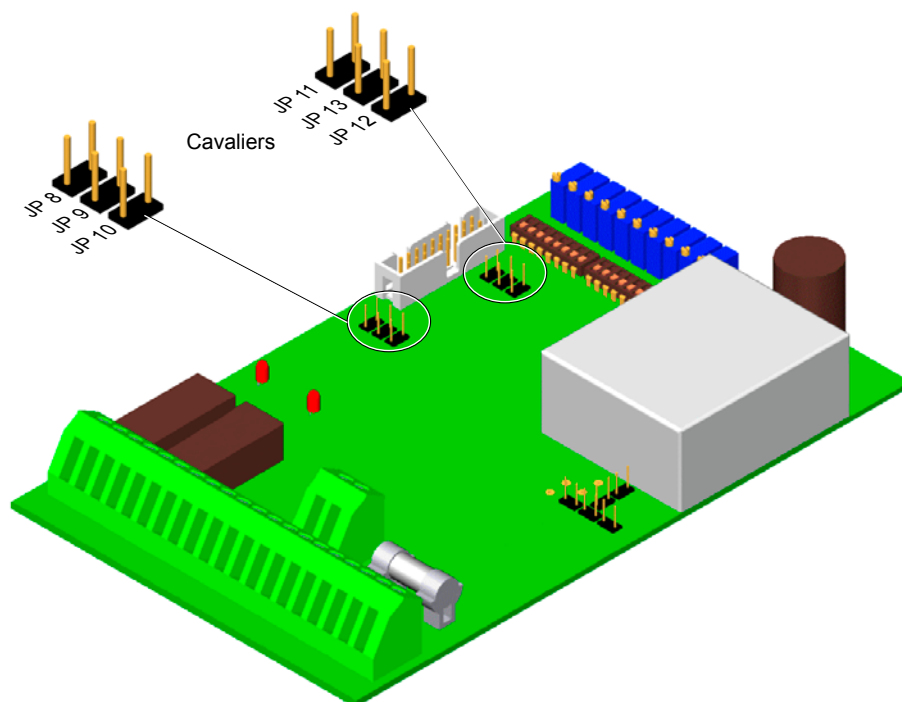

Figure 3-2 Emplacement des cavaliers
- Le micro-interrupteur SWB7, visible sur la *figure 3-2*, doit être sur la position OFF.
- Le micro-interrupteur SWB7, montré à la *figure 3-2*, doit être en position ON pour que le signal de test soit activé.
- Pour l'ajustement des seuils de détection U_{level1} et U_{level2} , il faut relier $U_{O/P \text{ level2}}$ à $U_{O/P}$ en connectant le cavalier JP8. Le cavalier JP8 est montré à la *figure 3-2*.